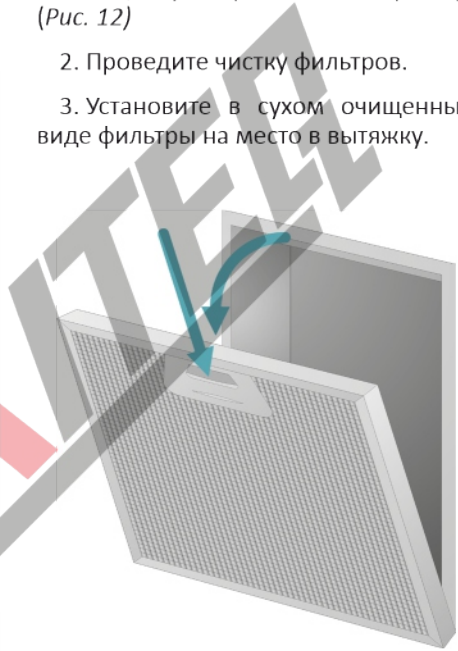

Рис.12 Снятие алюминиевого жироулавливающего фильтра
1. Нажмите на защелки на жироулавливателем фильтре и снимите фильтр. (Рис. 12)